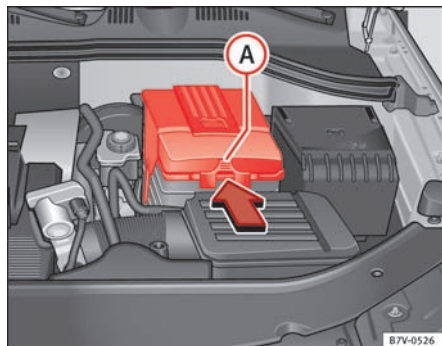

Fig. 170 I motorrummet: Sådan tages afdækningen til bilens batteri af.
- *I tilfælde af en afdækning:* Tryk tappen ⇒ Fig. 170  i pilens retning, og tag afdækningen opad og af.